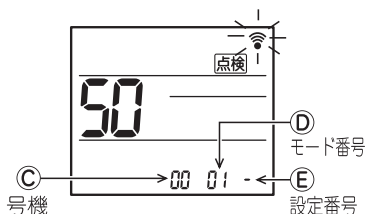

図2
- **機種** ボタン⑥を押して号機(C)を設定対象ユニットに合わせる。(図2)
- **機種** ボタン⑥を押してモード番号(D)を合わせる。(図2)
- **機種** ボタン⑥を押して設定番号(E)を選択する。(図2)